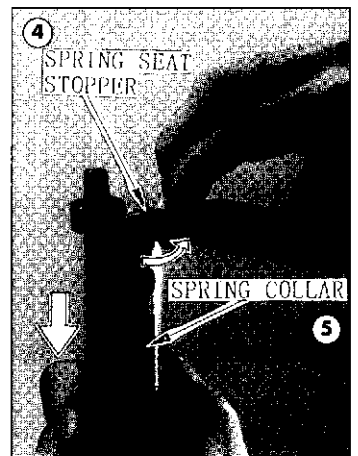

Fig. 2
- 3) Empuje hacia abajo el collar del resorte y saque el anillo de tope asiento resorte (Fig. 2).